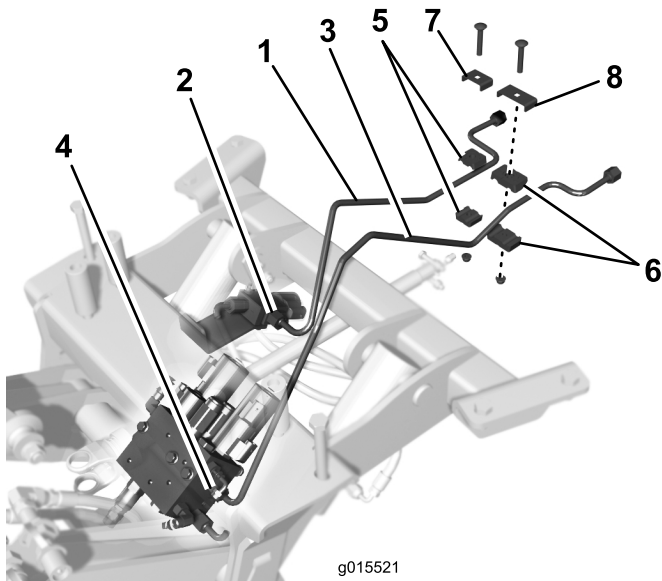

Bild 9
- Schließen Sie das hintere Ende des kürzeren Hydraulikschlauchs an den Schlauch an der Maschine an (Bild 9).
- Schließen Sie das hintere Ende des längeren Hydraulikschlauchs an den Schlauch an der Maschine an (Bild 9).
- Befestigen Sie den kürzeren Hydraulikschlauch mit der kleineren Schlauchklemme, der Platte der Schlossschraube, und der Bundmutter lose am daneben liegenden Schlauch, wie in Bild 9 dargestellt.
- Befestigen Sie den längeren Hydraulikschlauch mit der größeren Schlauchklemme, der Platte der Schlossschraube, und der Bundmutter lose am daneben liegenden Schlauch, wie in Bild 9 dargestellt.